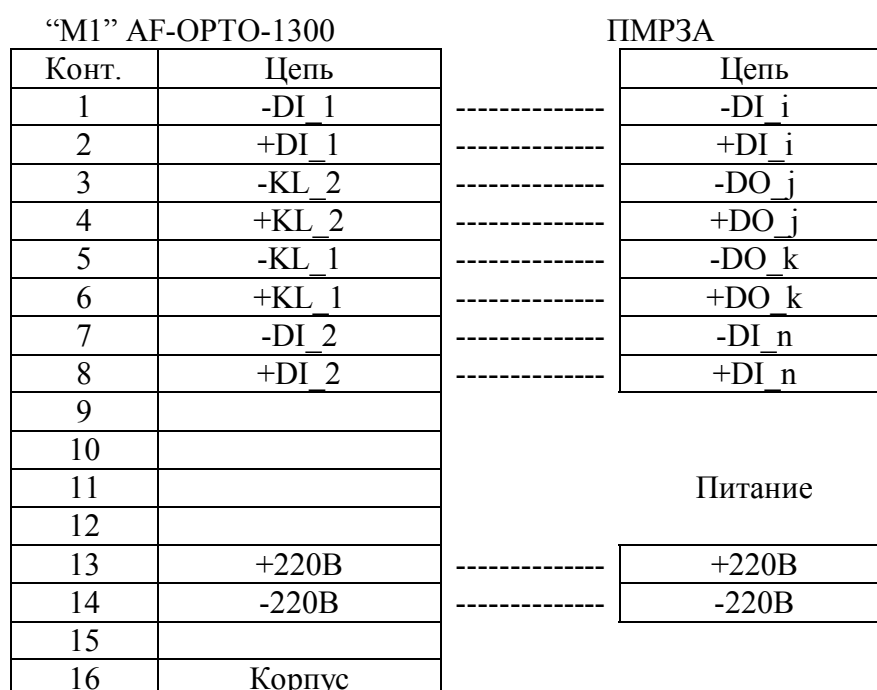

Рис. 1
2.2.3 Подключить при выключенном внешнем питании к отключенному от прибора разъему М1 согласно рис. 1 цепи питания постоянным напряжением и цепи ПМРЗА:
Подключить заземление прибора AF-opto-1300 через клемму на корпусе. После подключения на разъем М1 соответствующих цепей согласно рис. 1 подключить разъем М1 к ответной части F1 на приборе AF-opto-1300 и включить внешнее питание постоянного напряжения 220В. Прибор AF-opto-1300 готов к работе.